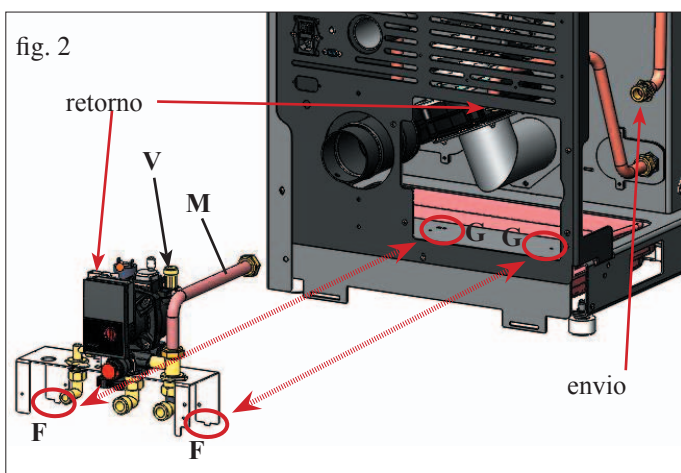

fig. 2
Ligar o tubo de envio da caldeira ao tubo de envio (M) do kit hidráulico interpondo a vedação 3/4" fornecida e apertando-os entre si com cuidado (fig. 2).
Ligar o tubo flexível do vaso de expansão à união "V" do kit hidráulico (ver fig. 2)
Inserir o tubo de retorno da caldeira no O-ring e acoplá-lo com a ligação no corpo do circulador presente no kit, fixando-o com a respetiva mola (fig. 2).